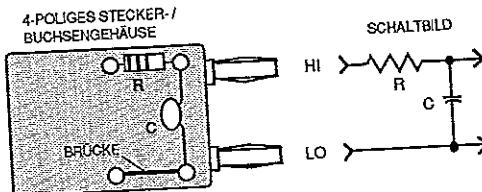

Bild 4-9 RC-Tiefpaßfilter
- obwohl der Komparator des Frequenzzählers eine Hysterese aufweist, kann es bei gestörten tiefenfrequenten Signalen notwendig sein, das Signal zu filtern. Ein einfaches RC-Filter mit einer Grenzfrequenz etwas höher als die zu erwartende Meßfrequenz kann einfach wie in Bild 4-9 aufgebaut werden.